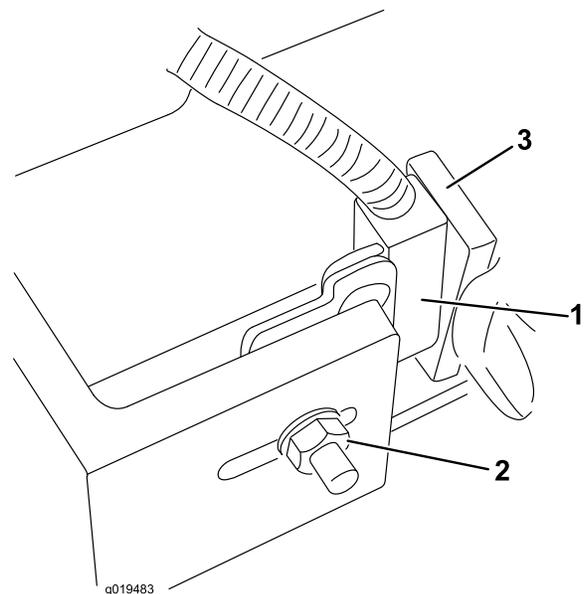

図 84
- ・ 昇降アームのスイッチのブラケットを4番、6番または7番昇降アームに固定しているキャリッジボルトのナット（図 84）をゆるめる。